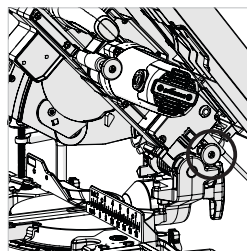

Fig. 17
- Portare la testa da taglio nella sua posizione di abbassamento massimo. Premere il perno di bloccaggio della testa da taglio nel proprio alloggiamento. **(Fig. 17)**